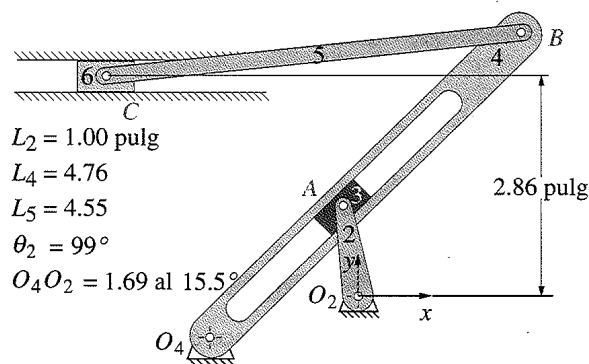

FIGURA P6-28 Problemas 6-66, 6-108, 6-109 De P. H. Hill y W. P. Rule (1960). *Mechanisms: Analysis and Design*
- 6-66 La figura P6-28 (p. 229) muestra un mecanismo de retorno rápido. Utilice un método gráfico para calcular las velocidades de los puntos A, B y C y la velocidad de deslizamiento en la posición mostrada. $\omega_2 = 10$ rad/s.
- 6-108 En la figura P6-28 se muestra un mecanismo de retorno rápido con dimensiones. Con un método gráfico, determine las velocidades de los puntos A y B y la velocidad de deslizamiento para la posición mostrada si $\omega_2 = 16$ rad/s en sentido antihorario. No tome en cuenta los eslabones 5 y 6.